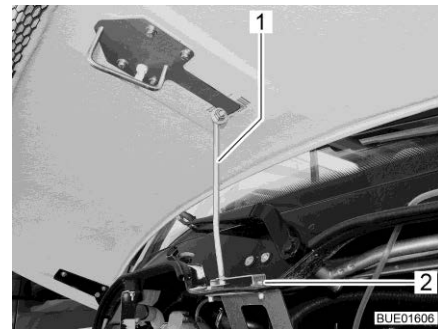

Fig. 40 Puntello cofano motore
- Estrarre il puntello (Fig. 40,1) e agganciarlo nell'attacco (Fig. 40,2).